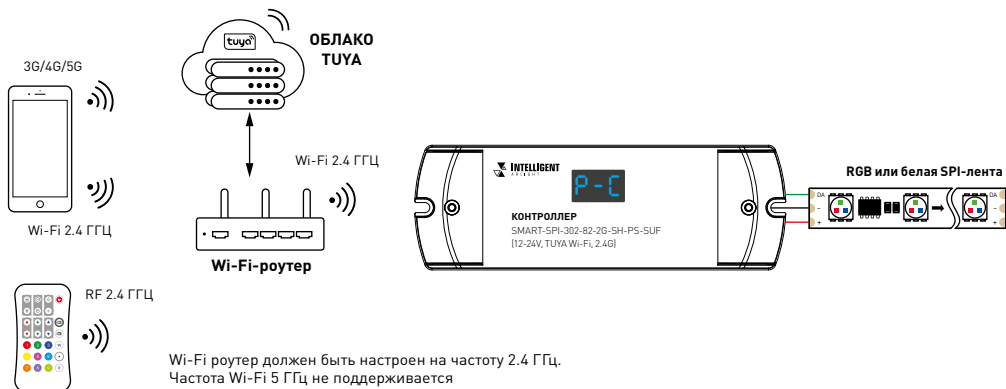

Рис. 1. Общая структурная схема построения системы управления освещением
3.2. Подключите контроллер в соответствии со схемами на рис. 1–4: